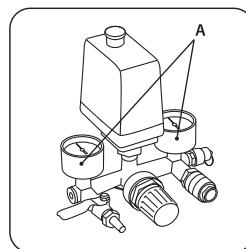

рис. 9
Компрессор оборудован манометром (A) (рис. 9) для контроля давления, а также клапаном для слива (удаления) конденсата (5) из ресивера (рис. 10).